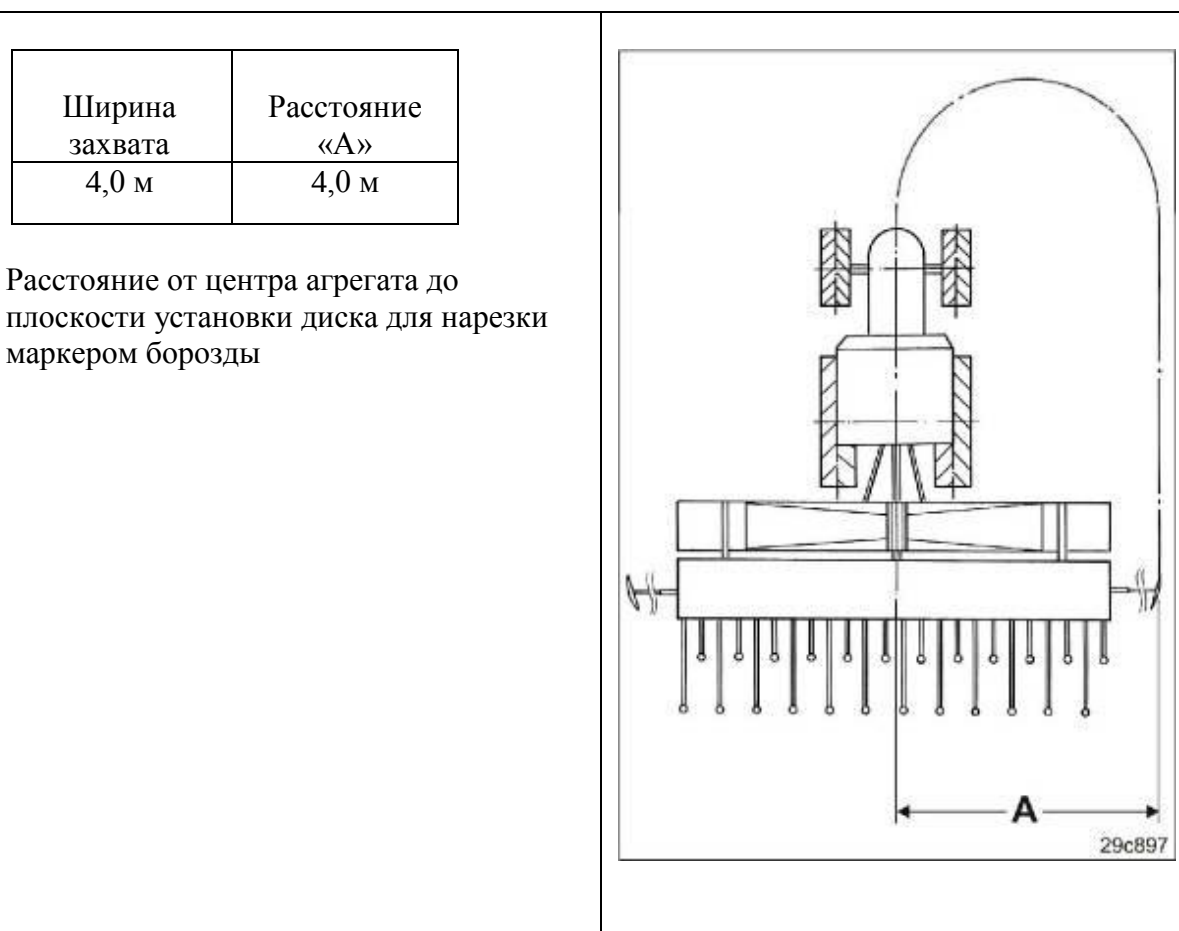

Рис.68
6.9.8. Установите длину маркера на "А" (см. таблицу Рис. 68).